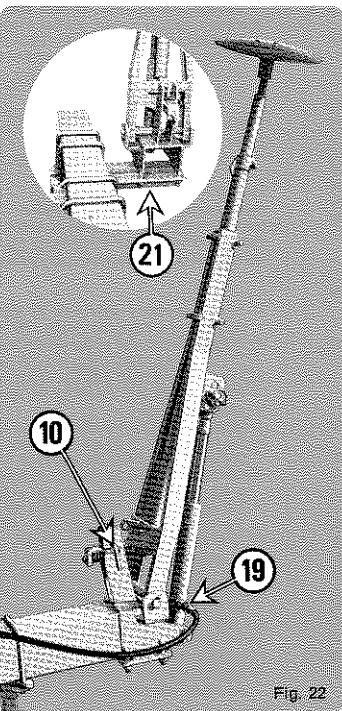

Fig. 21
- Procéder à un graissage général, atteler au tracteur et vérifier : - le relevage du semoir - la bonne longueur du cardan de turbine - les diverses transmissions - l'efficacité des tendeurs de chaînes, la rotation de leur galet - la manœuvre des rayonneurs par la vanne (11) (à brancher suivant fig. 21).
**Attention :** Lock in upright position either by locking (9) or by lock pin (10) for transport.
- Proceed to overall lubrication - hitch the planter to the tractor and check : if planter lifts easily - if planter is level to soil (adjust top link if necessary) - adjust, if necessary, length of fan's universal drive line - the various transmissions - efficiency of the chain tighteners and their rollers - operation of the row markers by the valve (11) (to be connected as per fig. 21).